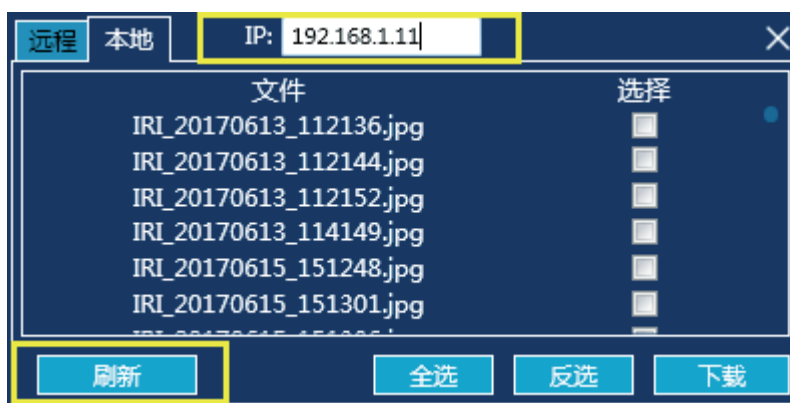

图 3-3
3. 打开红外分析软件，点击进入“数据导入”-“FTP”-“本地”，输入设备端 IP 地址，点击左下角的“刷新”按钮，列表自动显示设备端内部存储中的所有图片，勾选目标图片后点击“下载”按钮，即可将所选的图片导入到本机的指定目录下（如不清楚存储路径，请进入软件“设置”-“其他”-“图片存放路径”查看）。如图 3-3 所示：